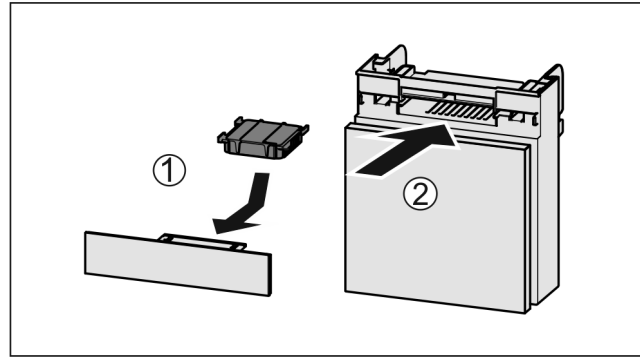

Fig. 127
- ▶ Aktif karbon filtresini şekildeki gibi yerleştirin Fig. 127 (1).
- ▶ Rafı içeri itin Fig. 127 (2).